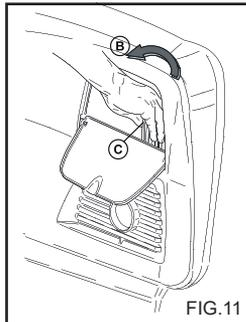

FIG.11
Este capítulo diz respeito apenas aos modelos equipados com o dispositivo "Regulador de pressão". O dispositivo regulador de pressão, fig. 11, permite regular a pressão de trabalho. Rodando o manipulô C no sentido inverso ao dos ponteiros do relógio (B) (mínimo) obtém-se uma redução da pressão de funcionamento.